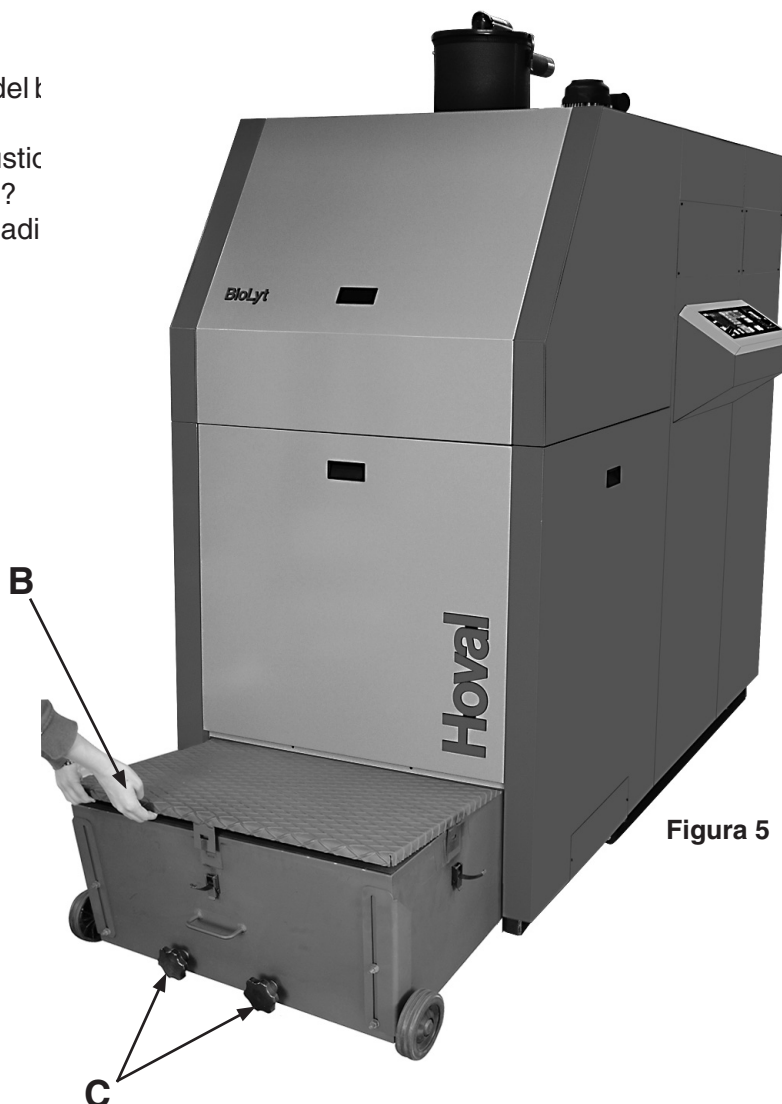

Figura 5
3. Controllo del livello di riempimento del cassetto della cenere - Aprire il coperchio (B, Figura 5)